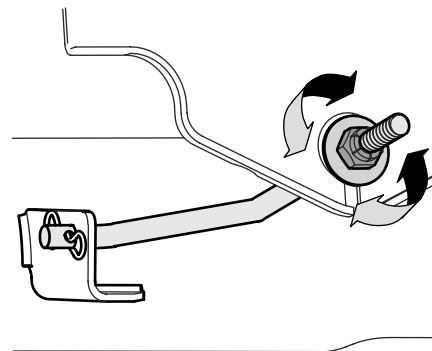

Figura 4-5
3. Localize a contraporca e a porca de trava na parte frontal do suporte do estabilizador. Veja Figura 4-5.